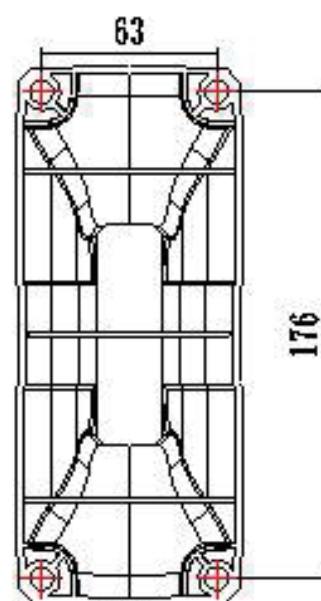

Fig.2
3. Usare la staffa di montaggio come modello per segnare la posizione delle viti e forare quattro fori sul muro (Fig.2).